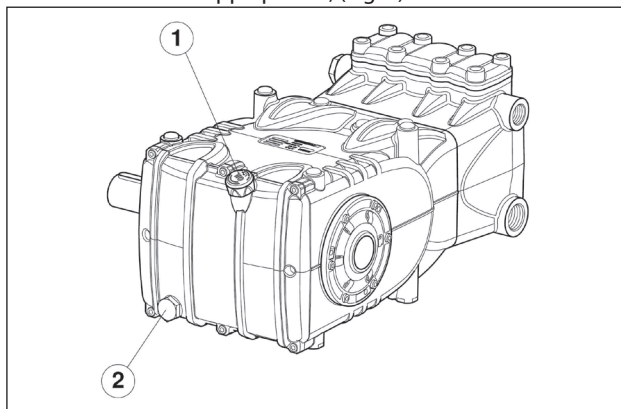

Fig. 1
Per togliere l'olio occorre rimuovere: l'asta livello olio pos. ① e successivamente il tappo pos. ②, (Fig. 1).